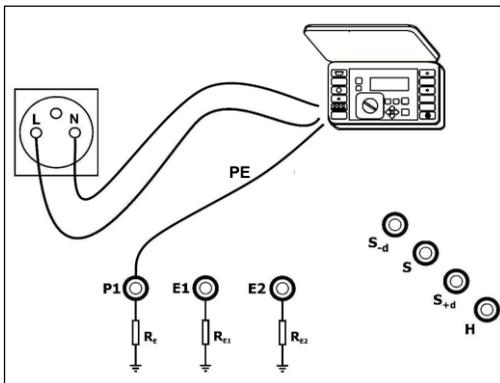

Abb. 12. Anschließen des Messgeräts
- schließen Sie das Kurzschluss Schleifenimpedanzmessgerät gemäß Abb. 12 an,